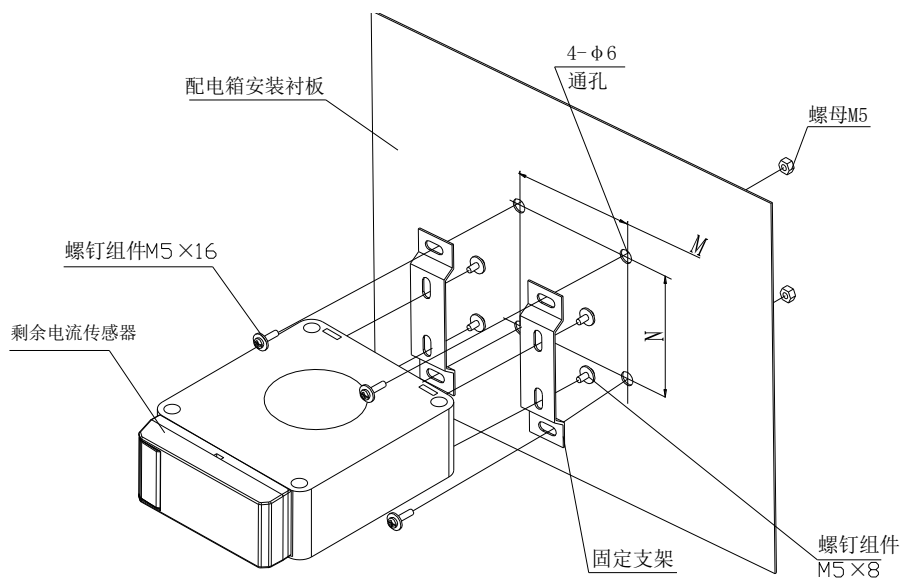
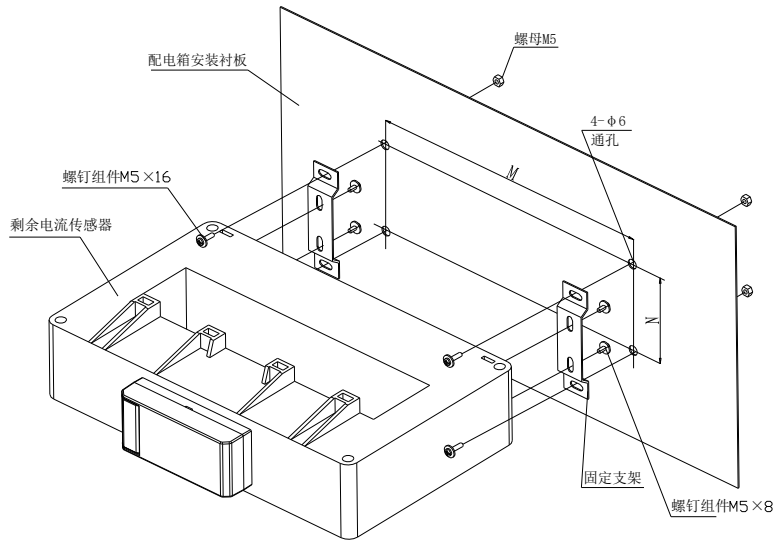
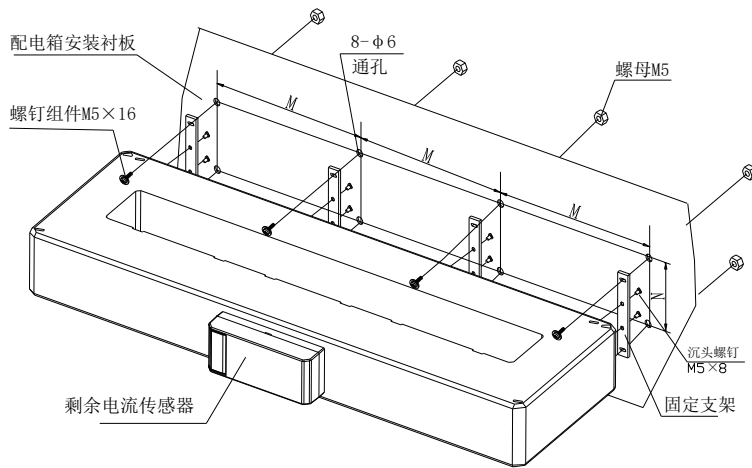
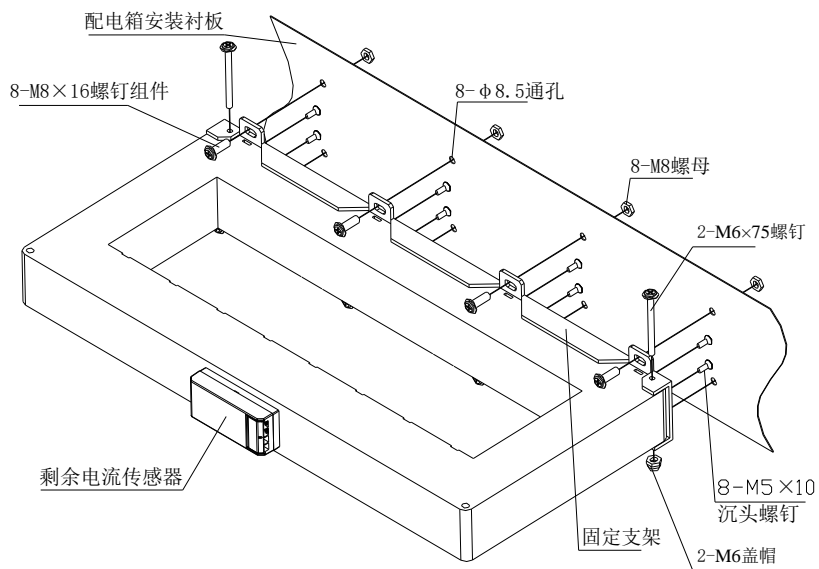

图 2.69 闭口圆孔型传感器安装过程分解图
图 2.70 闭口方孔型传感器安装过程分解图
图 2.71 闭口方孔型 (GSTZCT-40F) 传感器安装过程分解图
图 2.72 闭口方孔型 (GSTZCT-50F) 传感器安装过程分解图
10.4.2 闭口圆孔型传感器安装过程分解图如图 2.69 所示, 闭口方孔型传感器安装过程分解图如图 2.70、图 2.71 和图 2.72 所示, M、N 的值见表 2.17 所示。